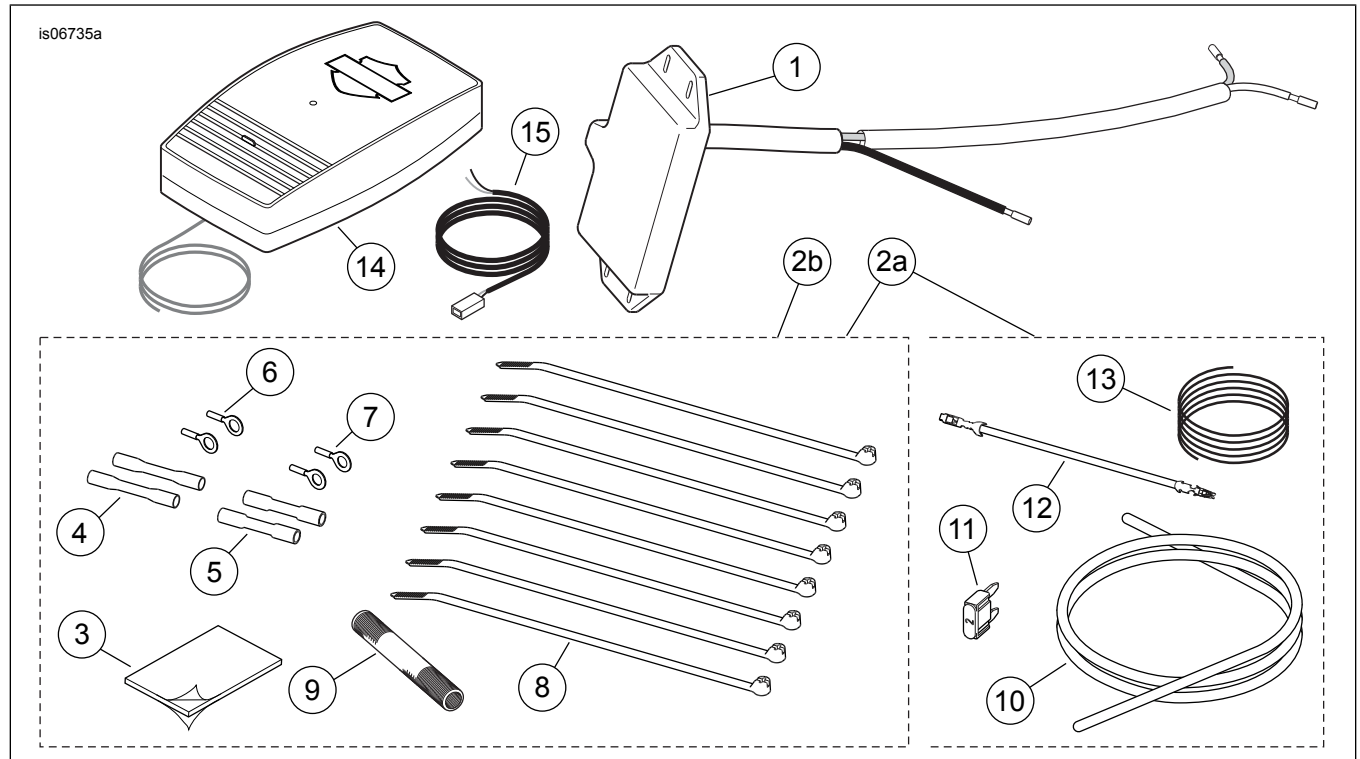

Figure 34. Pièces de rechange, kits d'ouvre-porte de garage à télécommande
3. Consultez Figure 22 . La configuration d'épissure « deux en une ». Dans le kit, prenez le connecteur à jonction étanche (consultez Figure 34 , article 4) **rouge** . Épissez le câble d'alimentation du faisceau de câble du ouvre-porte de garage avec les fils orange/blanc du faisceau principal conformément à l'annexe du manuel d'entretien.
4. Consultez Figure 22 . La configuration d'épissure « une en une ». Dans le kit, prenez le connecteur à jonction étanche (consultez Figure 34 , article 5) **bleu** . Épissez le fil blanc de l'émetteur aux fils blanc du phare.
3. Glissez la gaine (9) de fils tissés du kit sur les fils blancs de l'émetteur.
2. Consultez Figure 34 . Glissez la gaine (9) de fils tissés du kit sur le fil blanc de l'émetteur.
3. Consultez Figure 22 . La configuration d'épissure « une en une ». Dans le kit, prenez le connecteur à jonction étanche (voir Figure 34 , article 5) **bleu** . Épissez le fil blanc de l'émetteur aux fils bleu/blanc du phare.
2. Consultez Figure 34 . Glissez la gaine (9) de fils tissés du kit sur les fils blancs de l'émetteur.
3. Consultez Figure 22 . La configuration d'épissure « une en une ». Dans le kit, prenez le connecteur à jonction étanche (consultez Figure 34 , article 5) **bleu** . Épissez le fil blanc de l'émetteur aux fils blanc du phare.